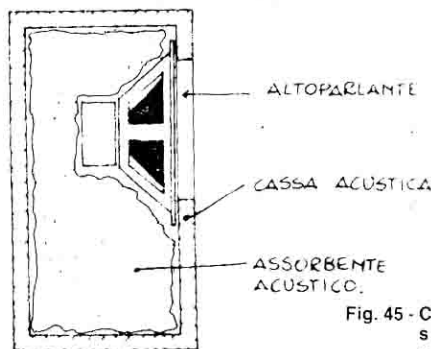

Fig. 45 - Costituzione della cassa «a sospensione pneumatica» (sezione verticale).
3.2. Il diffusore a «sospensione pneumatica» (Fig. 45)